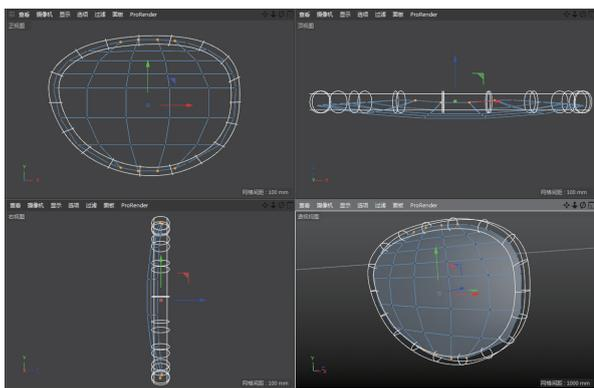

图 5-62
**12** 将周边的点全选并移至镜框中，并依次调整周边的点的位置，结果如图 5-62 所示。